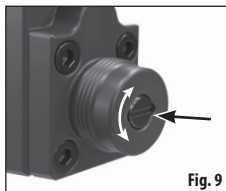

Fig. 9
5. Con un pequeño destornillador plano, gire el tornillo en sentido horario para disminuir la presión regulada o en sentido antihorario para aumentar la presión regulada (Fig. 9).